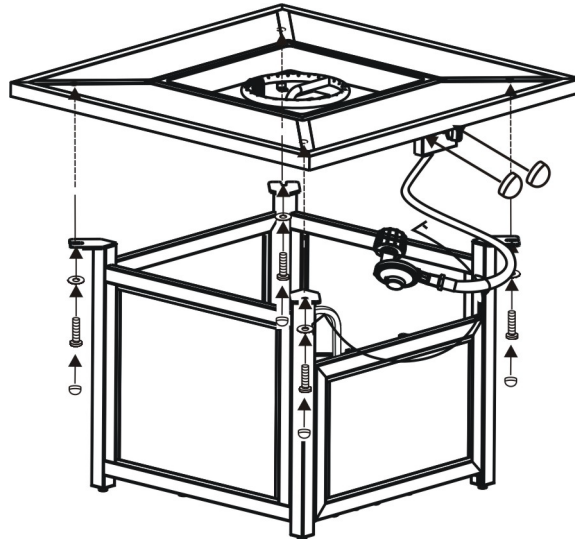

Figure 6
6. Avec l'aide d'une autre personne, placez avec précaution le plateau de table de foyer sur la base du foyer. Après avoir effectué les ajustements nécessaires à l'alignement du plateau et de la base assemblée, utilisez quatre boulons 1/4 "x20 mm et des rondelles Ø20xØ6,5x2,0 mm, comme illustré à la figure 6. Faites passer les boulons dans les trous des supports de la base, puis dans les trous pré-percés du plateau de table de foyer. **Ne pas serrer complètement.**